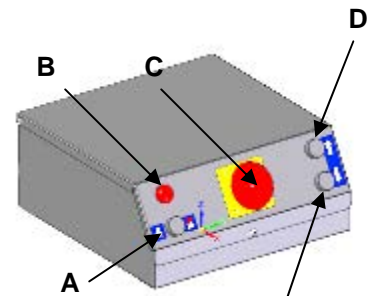

Fig.14
6. BEDIENING EN GEBRUIK (Fig.14)